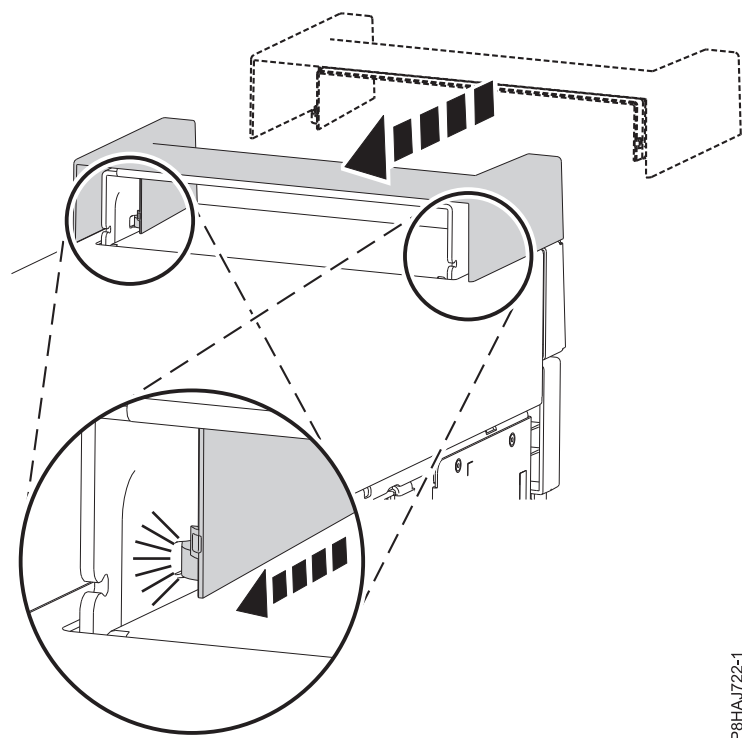

Figura 19. Fixar a tampa da pega num sistema autónomo 8286-41A
1. Fixe a tampa da pega à base de acoplamento RDX interna (FC EUA3) ao deslizar a mesma na direcção da parte posterior do sistema. Consulte Figura 19.